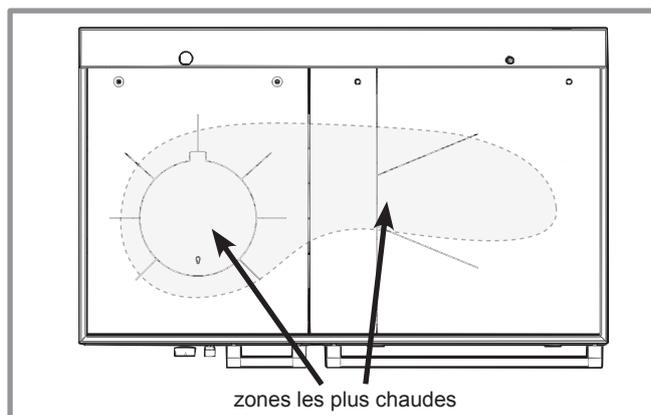

fig. 24 - Zone chaude de la plaque de cuisson
- f) La zone la plus chaude pour cuisiner se trouve au-dessus du couvercle de cuisson perforé (fig. 24). La température de table de cuisson diminue côté four.